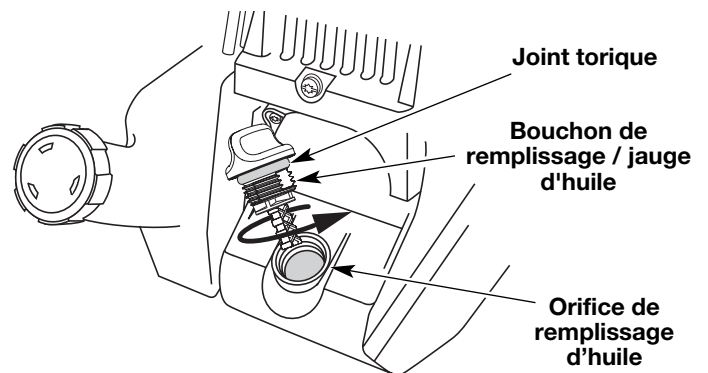

Fig. 7
3. Retirez le bouchon / la jauge d'huile du carter-moteur. Versez tout le contenu de la bouteille d'huile dans le carter-moteur (Fig. 7).